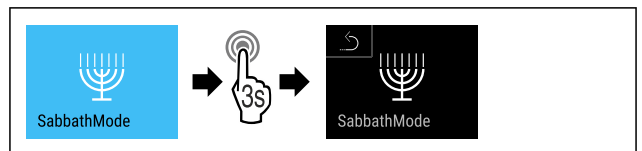

Fig. 16
- ▶ Udfør handlingstrinene (se Fig. 16).